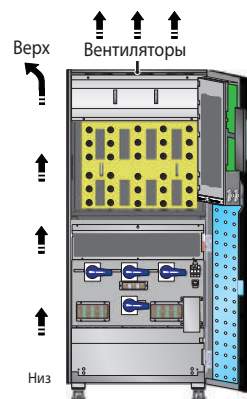

Рис. 5-а. Направление воздушного потока, созданного вентиляторами
- На месте монтажа должно быть обеспечено достаточное свободное пространство для вентиляции и обслуживания ИБП. Поскольку вентиляторы ИБП создают поток воздуха, направленный снизу вверх (см. **рис. 5-а**), а опциональный внешний батарейный кабинет следует устанавливать рядом с ИБП, то рекомендуется: